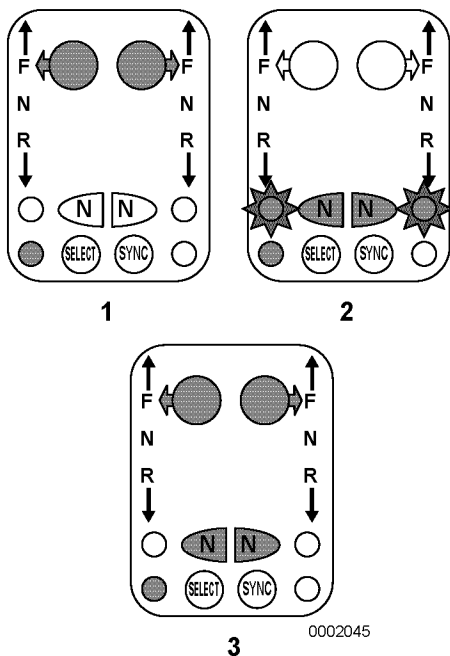

Figure 14
1. Déplacez le levier du moteur vers une position de ralenti embrayée (Forward Idle (Ralenti avant) ou Reverse Idle (Ralenti arrière)) (**Figure 14, (1)**) et appuyez sur le bouton N (point mort) (**Figure 14, (2)**) à côté de ce levier sur le dispositif commande. Le voyant N (point mort) (**Figure 14, (2)**) clignotera pour indiquer que l'accélération à plage sectionnée est activée.
Ramenez le levier du moteur à une position de ralenti embrayée (Forward Idle (Ralenti avant) ou Reverse Idle (Ralenti arrière)) (**Figure 14, (3)**). Appuyez sur le bouton N (point mort) à côté du levier sur le dispositif de commande. Le voyant N (point mort) arrêtera de clignoter, indiquant que le mode accélération à plage sectionnée a été désactivé.